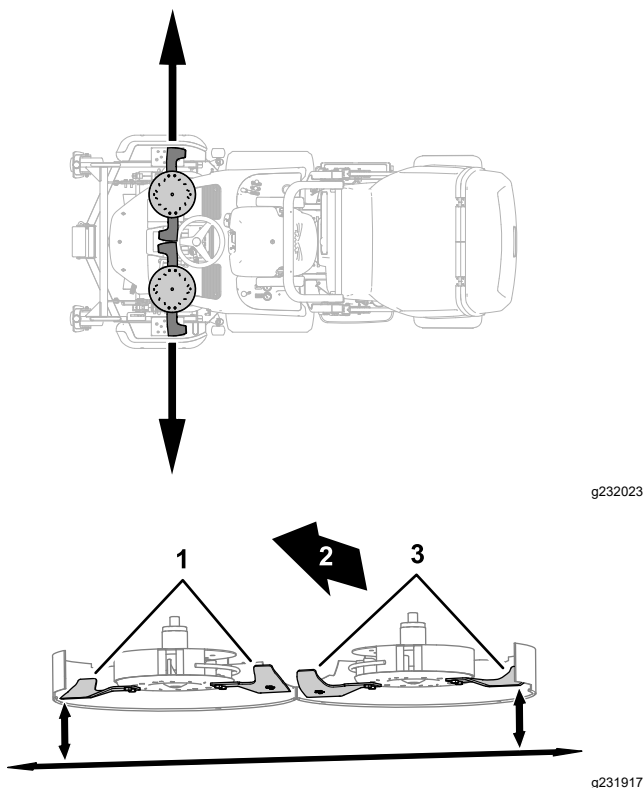

Figura 122
3. Aliniați o lamă aripă în poziția cea mai exterioară (Figura 122).
4. Măsurai distanța dintre sol și punctul cel mai exterior al marginii de tăiere a lamei cu un calibru de măsurat (Figura 122).
5. Aliniați lama aripii de pe cealaltă parte a punii mainii de tuns iarba în poziția cea mai exterioară (Figura 122).
6. Măsurai distanța dintre sol și punctul cel mai exterior al marginii de tăiere a lamei cu un calibru de măsurat (Figura 122).
8. Măsurai punctul cel mai exterior al marginilor de tăiere ale lamei (Figura 122).